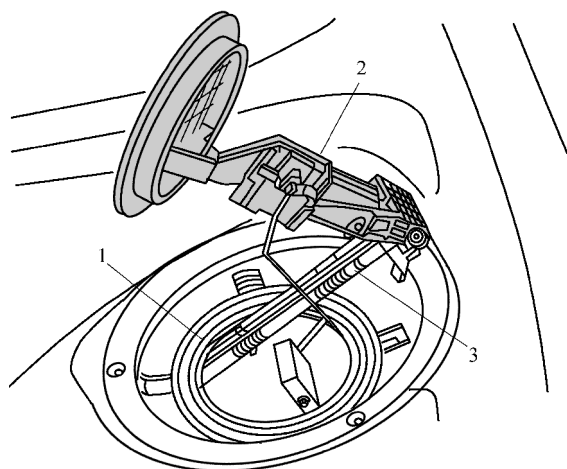

图 1-4-25 连接连接器
(2) 连接插接器, 如图 1-4-25 所示, 将射流泵 3 卡到密封法兰 2 上, 直至听到卡止声。在汽车左侧把射流泵及管路推入油箱开口中。将密封环 1 套到密封法兰上并将其装入油箱上的凹槽内。